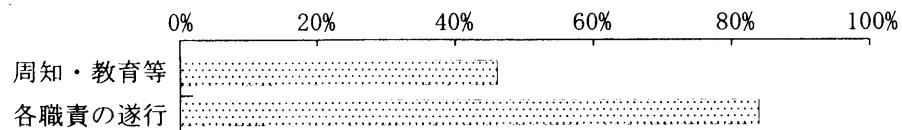

図2 管理体制の機能状況
④図2-管理体制の機能状況を示すグラフ
③で得た結果を数種類のグラフにする